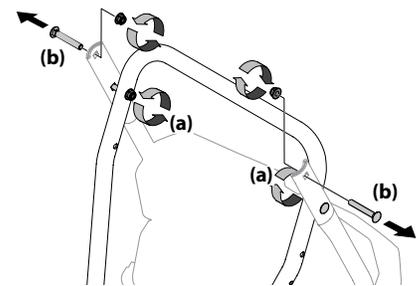

Figure 2-1
2. Desserrez les deux écrous autobloquants supérieurs (a) qui fixent les poignées supérieure et inférieure, puis retirez les deux boulons de carrosserie (b) de la poignée supérieure. Mettez les pièces de côté. Voir Figure 2-1 ou 2-2 selon les supports latéraux de votre modèle.